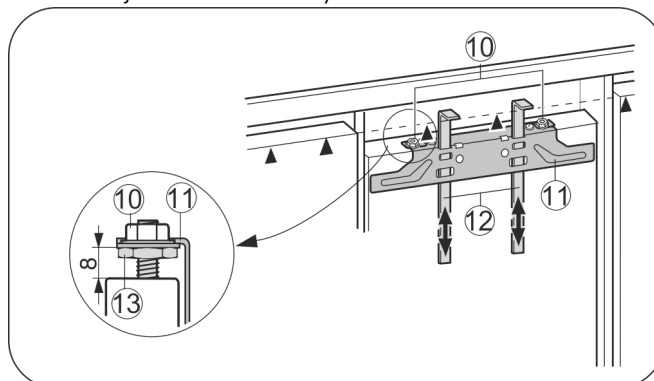

Fig. 25
- ▶ Montážne pomôcky Fig. 25 (12) presuňte hore do výšky nábytkových dvier. Spodná hrana dorazu ▲ montážnej pomôcky = vrchná hrana montovaných nábytkových dvier.
- ▶ Upevňovaciu traverzu Fig. 25 (11) nad poistnými maticami Fig. 25 (10) odskrutkujte.